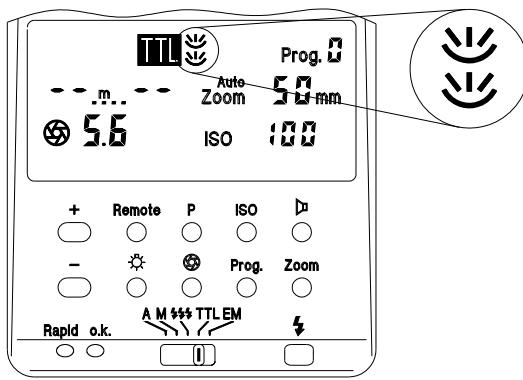

Bild 12: Indirektes Blitzen mit eingeschaltetem Zweitreflektor
Mit dem Schalter  (21) kann der Zweitreflektor (11) ein- und ausgeschaltet werden. Der eingeschaltete Zweitreflektor (11) wird im LC-Display mit Symbolen angezeigt (Bild 12).